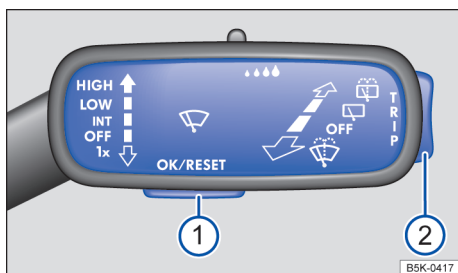

Fig. 21 No lado direito da coluna de direção: botões da alavanca dos limpadores do para-brisa (representação esquemática).
Enquanto uma mensagem de advertência de prioridade 1 → Página 16 estiver sendo exibida, não é possível acessar nenhum menu. Algumas advertências podem ser confirmadas e ocultadas com o botão → Fig. 21 ①.